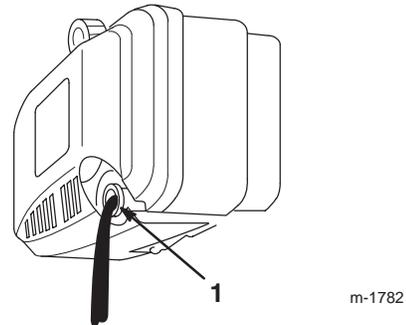

Figure 24
6. Basculez la tondeuse sur le côté *gauche* pour permettre à l'huile de s'écouler dans le bac de vidange (Fig. 24).